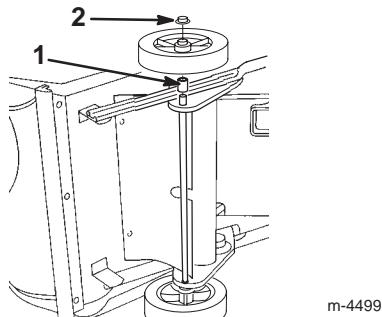

Figure 3
6. Enfilez l'entretoise longue et une roue sur l'extrémité gauche de l'essieu (Fig. 3).